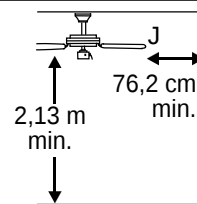

Fig. 3
3. Asegúrese de que las paletas (J) del ventilador queden a por lo menos 76,2 cm de cualquier obstrucción. Verifique la longitud del vástago (A) para asegurarse de que las paletas (J) queden a por lo menos (2,13 m) arriba del nivel del piso. [Fig. 3]